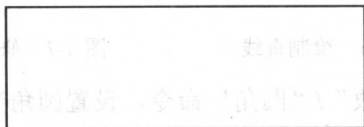

图4-2 矩形
2. 选择“绘图”/“矩形”命令,绘制一个尺寸为400mm×150mm的矩形,如图4-2所示。